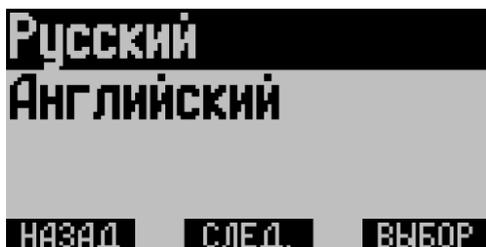

Рис.15. Настройка языка интерфейса.
• **Топливозаправщик** – данные, полученные с топливозаправщика по шине RS-485. В этом режиме устройство «АвтоГРАФ-ИНФО-Мини» принимает с контроллера АвтоГРАФ данные устройства ПОРТ-3. Как только АвтоГРАФ-ИНФО-Мини принимает новые данные, выводит их на рабочий экран. Сначала выводится сообщение о начале заправки и идентификатор заправляемого транспортного средства (Рис.15). После окончания заправки выводится объем топлива (в литрах), отпущенного топливозаправщиком, и длительность заправки, в секундах (например, Т: 32 сек),